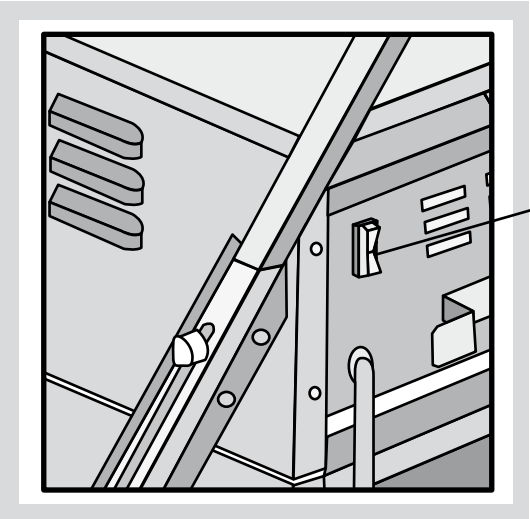

Figura 3 INTERRUPTOR.
- 5. Encender el filtro y esperar a que se realice toda la filtración del aceite (Figura 3).